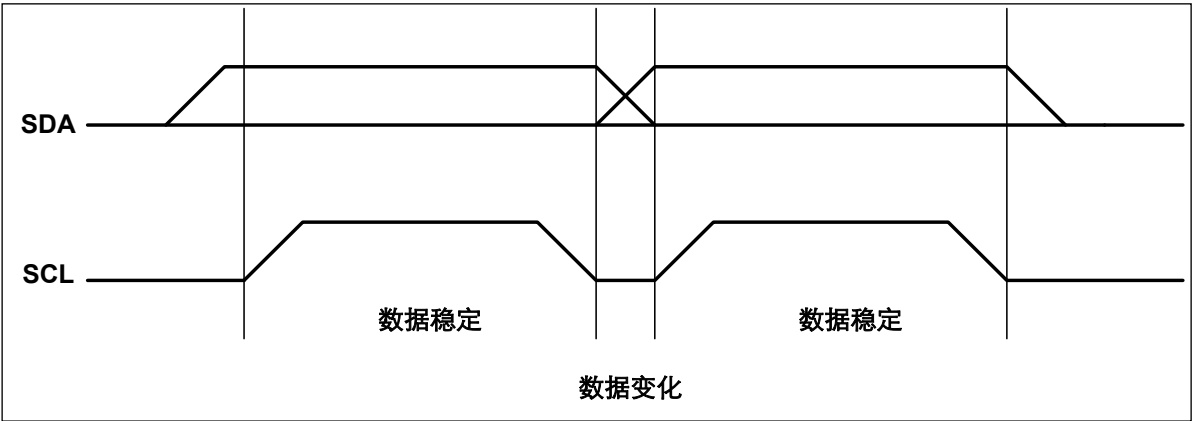

图 19-3 数据有效时序
**时钟有效时序:** SDA 引脚通常被外围器件拉高。SDA 引脚的数据应在 SCL 为低时变化(参见图 19-3); 当数据在 SCL 为高时变化, 将视为下文所述的一个起始或停止命令。